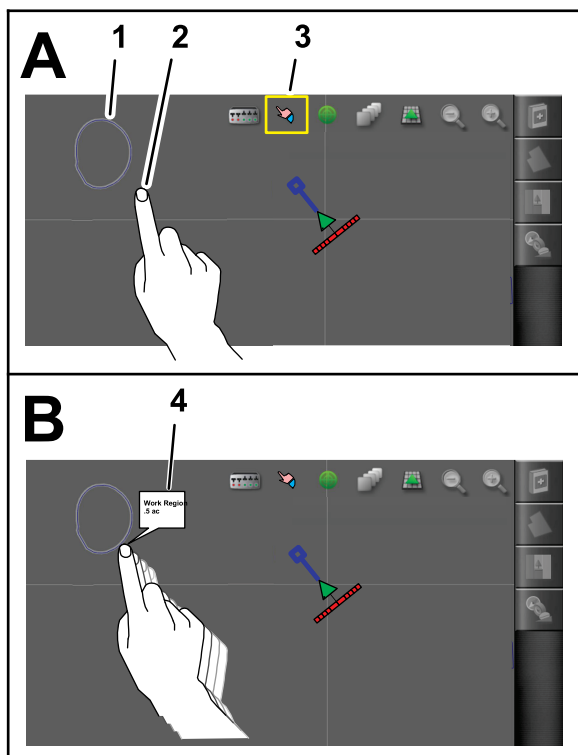

Bild 56
1. Nachdem Sie die Grenze erstellt haben, drücken Sie Ihren Finger auf dem Bildschirm der Steuerkonsole neben der Begrenzungslinie, bis das Symbol für die Auswahl der Feldgrenze aufleuchtet, und schieben Sie Ihren Finger auf die Grenzlinie (Bild 56).